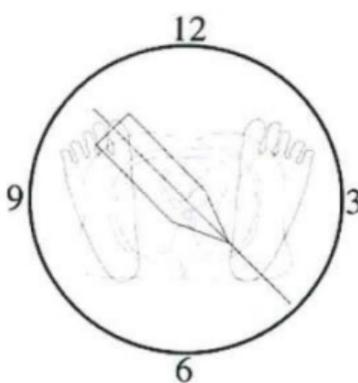

Рис. 2.
- Расположите щуп иглы так, чтобы игла была перпендикулярна овальной ямке (обычно это положение, соответствующее положению часовой стрелки в промежутке 3:00 и 5:00, если смотреть со стороны стоп пациента). (См. Рис. 2. Увеличение составляет 2,9).